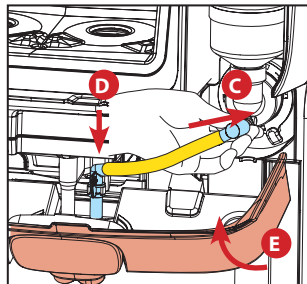

Bild 5
4. Byt röret på blandningsskålen (C) och knäpp fast utloppsmunstycket på blandningsbricken. Stäng panelen (E) så återgår automaten automatiskt till normala påfyllningsfunktioner. (Se bild 5)